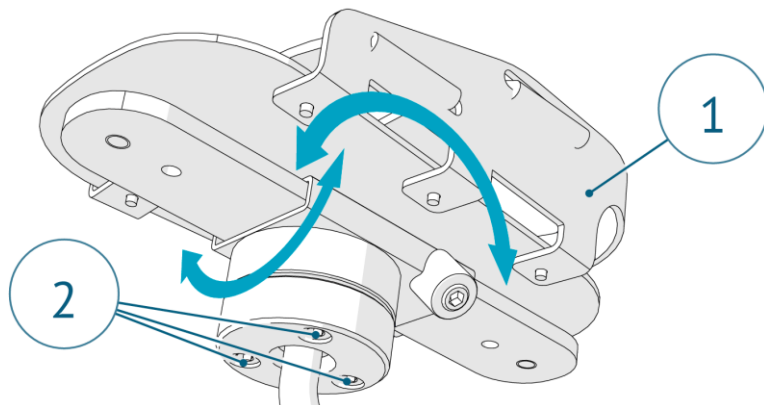

Рисунок 12. Регулировка положения подножки по высоте и глубине
Для регулировки угла наклона подножки (1) ослабьте винты (2), установите нужное положение подножки и плотно затяните винты (2) (**рис.12**).